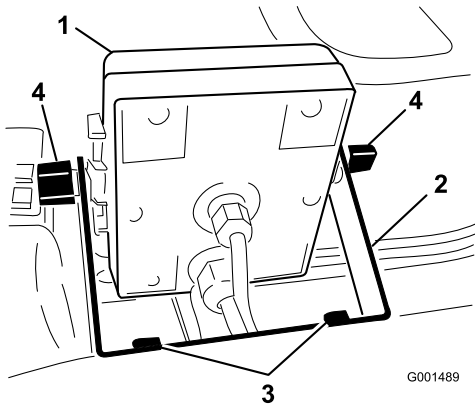

Figura 5
2. Instale o suporte do monitor no painel (Figura 5) com os 2 parafusos de cabeça flangeada (1/4 x 3/4 pol.) e 2 porcas flangeadas (1/4 pol.).
6. Instale o monitor Spray Pro por cima das cabeças dos parafusos da carroçaria (Figura 5) e aperte os manípulos para fixá-lo.